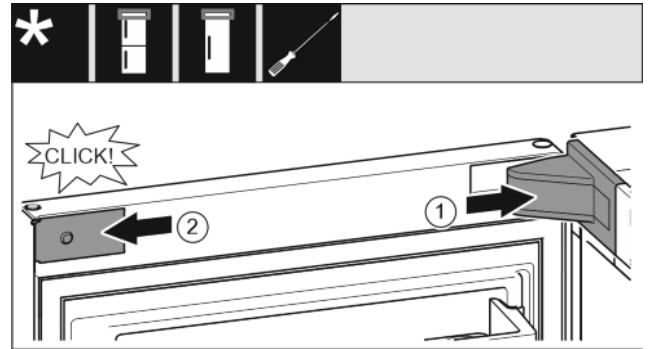

Fig. 18
- ▶ Lagerbockabdeckung aufsetzen und einrasten, ggf. vorsichtig auseinanderdrücken. *Fig. 18 (1)*
- ▶ Blende seitlich ansetzen und einrasten. *Fig. 18 (2)*